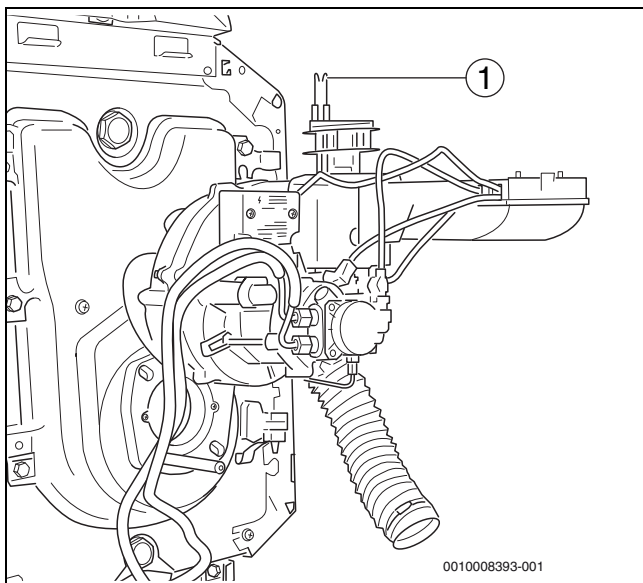

Рис. 36 Установка горелки в положение для обслуживания
- ▶ Установите горелку в положение для обслуживания (→ рис. 36).